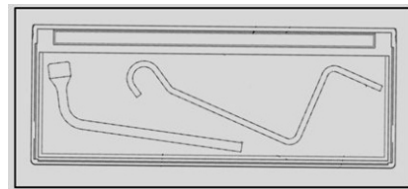

fig. 10
13) Ponga el estuche (bolsa, etc) fijándolo de la mejor manera para evitar cualquier tipo de vibración o que se libere fig. 10 durante la marcha y coloque la bolsa de herramientas en el sitio apropiado.